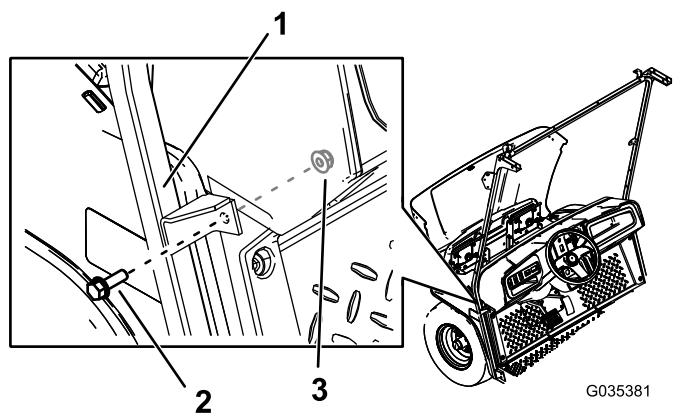

Bild 5
4. Befestigen Sie die mittlere Halterung der Windschutzscheibenstütze mit zwei Sechskantschrauben mit Flansch (5/16" x 1") und zwei Muttern (5/16") in den Bohrlöchern an der Maschine (**Bild 5**).